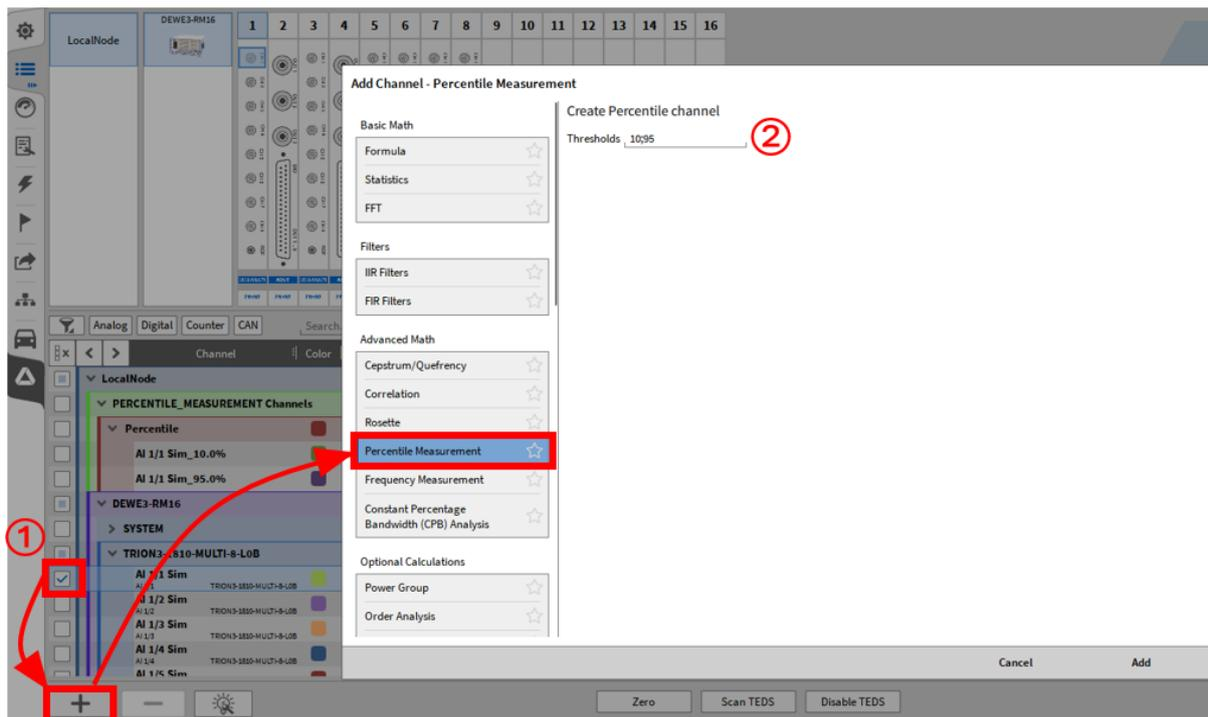
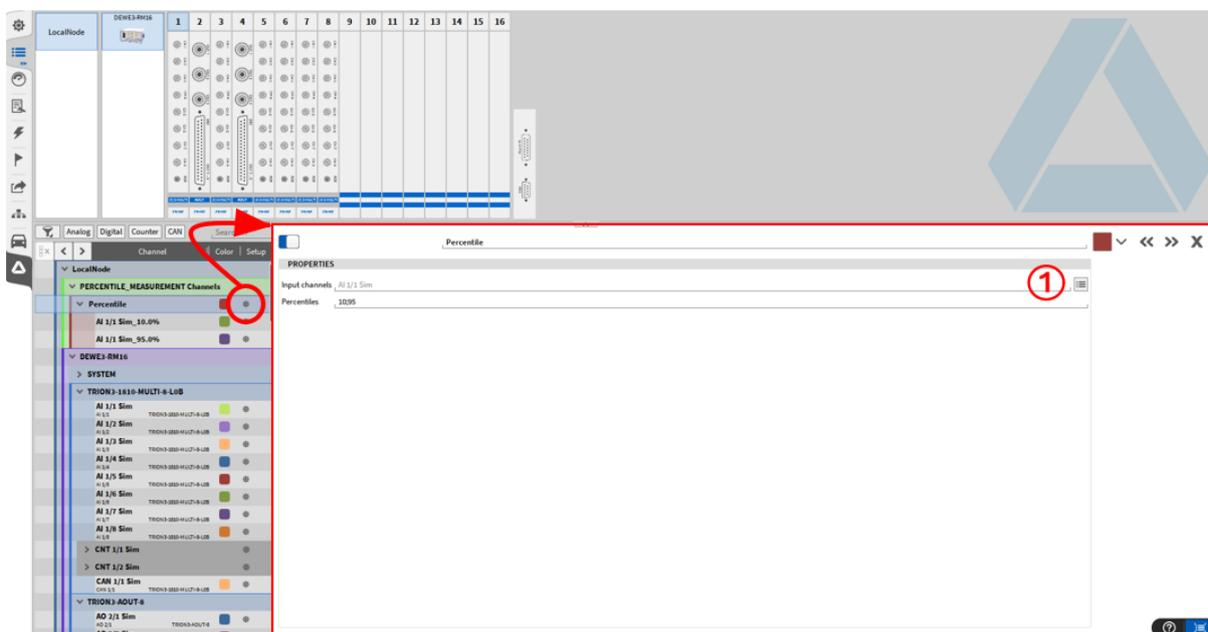

Abb. 7.123: Hinzufügen einer Perzentilen Messung
Abb. 7.124: Nachträgliche Änderungen der Perzentilen Messung
Um einen oder mehrere Kanäle für eine Perzentile Messung zu erstellen, klicken Sie auf den + Button im unteren linken Eck der Kanalliste. Ein Pop-up Fenster erscheint, wobei die Perzentile Messung in der Liste ausgewählt werden muss (siehe Abb. 7.123). Es müssen ein oder auch mehrere Kanäle in der Kanalliste ausgewählt werden bevor auf den + Button geklickt wird (siehe ① in Abb. 7.123). Es ist auch möglich im Nachhinein Kanäle für die Messung hinzuzufügen (Siehe ① in Abb. 7.124). Sie können 1 oder mehrere Schwellwerte in % angeben. Bei der Auswahl mehrerer Schwellwerte müssen die einzelnen Werte durch „;“ getrennt werden (Siehe ② in Abb. 7.123).
Nach dem Klicken des Hinzufügen Buttons erscheint ein neuer Abschnitt in der Kanalliste namens PERCENTILE MEASUREMENT Channels. Um die Einstellungen im Nachhinein zu verändern bzw. Kanäle oder Schwellwerte hinzuzufügen, muss auf das kleine Zahnrad geklickt werden (siehe Abb. 7.124).